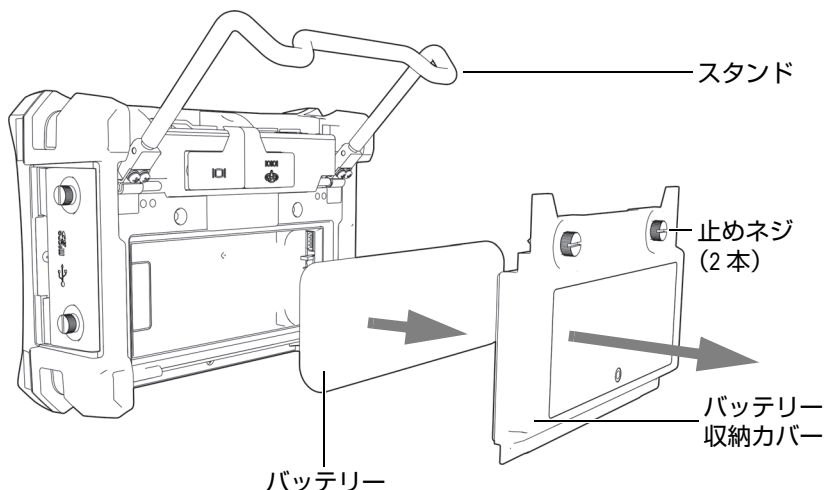

図 2-10 リチウムイオンバッテリーの取り外し
1. BondMaster 600 のスタンドを開きます (44 ページの図 2-10 参照)。